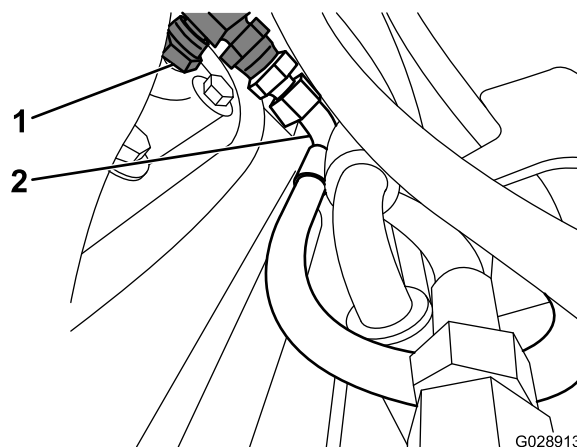

Bild 2
7. Befestigen Sie den Adapter (1/4") und den Schlauch von Schritt 5 hinten am T-Anschlussstück (1/4") (**Bild 2**).